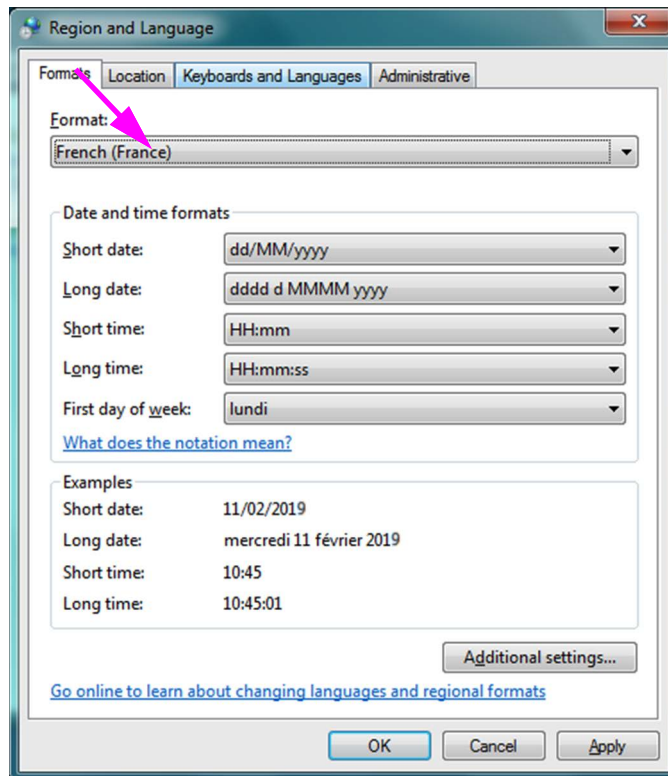

Abbildung C-5. Bildschirm „Region and Language“ (Region und Sprache) – mit neuer Sprache
- Nach Auswahl der neuen Sprache wird die Dropdown-Liste geschlossen und die neu ausgewählte Sprache erscheint dann in der Dropdown-Liste „Format:“. Im hier abgebildeten Beispiel ist **Französisch** ausgewählt. Der Bildschirm „Region and Language“ (Region und Sprache) zeigt jetzt „French (France)“ (Französisch (Frankreich)) im Dropdown-Feld „Format“ an (siehe Abbildung C-5).